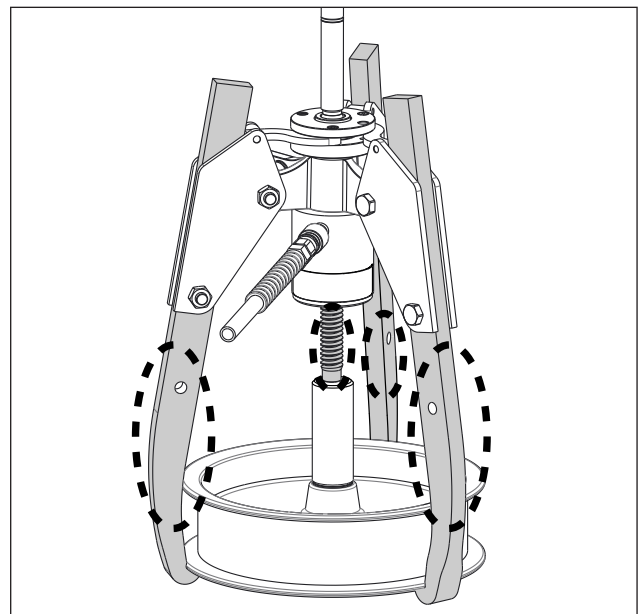

Figura 8, Control de deformación
- Durante el funcionamiento, observe si el extractor presenta señales de deformación de las mordazas o de la varilla de ajuste. Véase figura 8. Si se observa cualquier deformación, detenga inmediatamente la bomba.